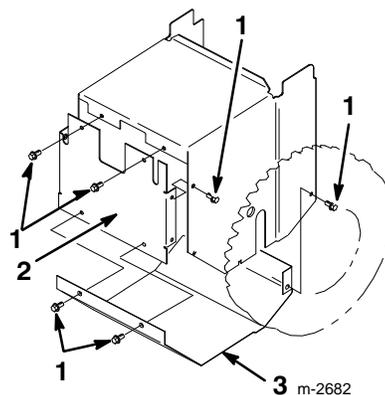

Abbildung 33
4. Acht Schrauben entfernen, mit denen die hintere und vordere Abdeckung befestigt sind, und die Abdeckungen abnehmen (Abb. 33).